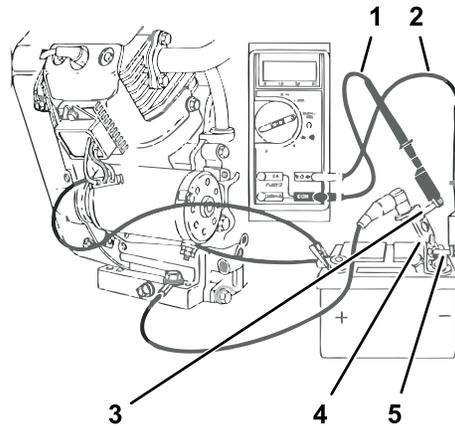

Figura 107
3. Inserte el cable de prueba rojo en el conector  $V\Omega$  del polímetro. Conecte el otro extremo del cable de prueba rojo al borne del shunt Figura 107.